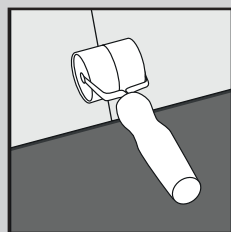

Fig. 4
5. Ga door met het leggen van de planken/tegels naar de andere kant van de ruimte tot de rij compleet is; gebruik een handroller als hulpmiddel (Fig. 4). Powtarzać kroki 4 i 5 aż do zakończenia montażu. Alleen indien nodig een rubberen hamer en een restant van het product gebruiken om het product zachtjes aan te tikken. U kunt een slagijzer gebruiken om het product langs de randen van de ruimte in elkaar te duwen (Fig. 5).